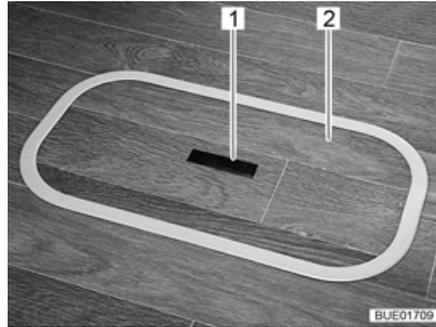
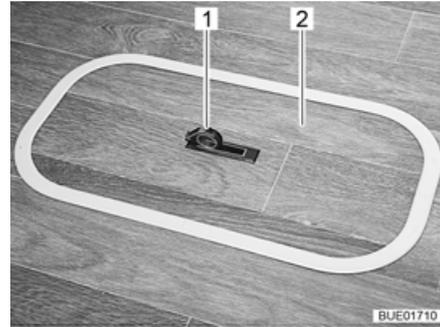

Bild 75 Abdeckung Bodenfach (Griff versenkt)
Bild 76 Abdeckung Bodenfach (Griff herausgeschwenkt)
- Auf einer Seite die Griffplatte (Bild 75,1) nach unten drücken. Der Griff (Bild 76,1) schwenkt nach oben.
- Die Abdeckung (Bild 75,2 bzw. Bild 76,2) nach oben abnehmen.